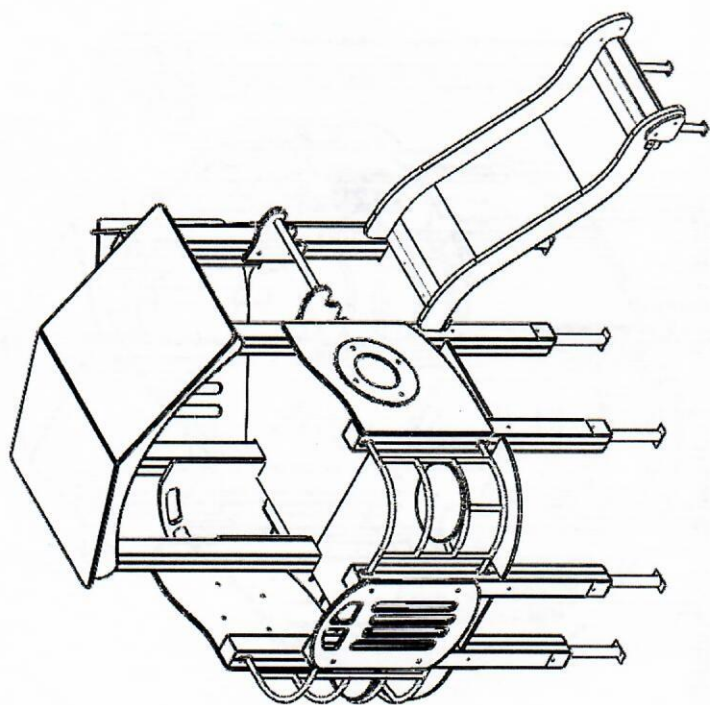

Рис. 16.
3.7 Установить горку, прикрутив ее к полу болтами М6х35 + шайба + гайка колпачок. Закрепить фанерные боковины горки к столбам сантех саморезами 80 + шайба + колпачок. Металлическую штангу для горки закрепить между фанерными боковинами болтами М10х45. Высота штанги до пола 700 мм. Забетонировать металлические основания (рис. 16).